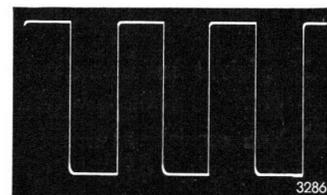

Bild 13. Rechteckwiedergabe des Y-Verstärkers (4 kHz)
a. Werden in der Stellung „0,01 V“ von Sk_2 Rechteckspannungen einwandfrei, in einer oder mehreren anderen Stellungen aber nicht gut wiedergegeben, so muß der Abschwächer eingeregelt werden. Hierbei muß ein Rechteckspannungs-Generator, der eine Rechteckspannung ohne Überspringen oder abgerundete Ecken liefert, verwendet werden. Die Frequenz der Rechteckspannung muß 3 bis 8 kHz betragen, die Größe dieser Spannung muß stets so einstellbar sein, daß die Bildhöhe ca. 4 cm ist (Bild 13).